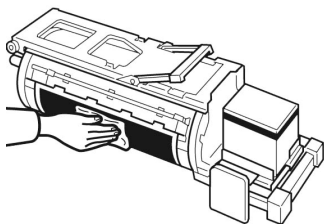

图 5-61 清洁印筒单元尾边的油墨
- 用一块干布清除累积在印筒单元尾边的油墨, 如图 5-61 所示;